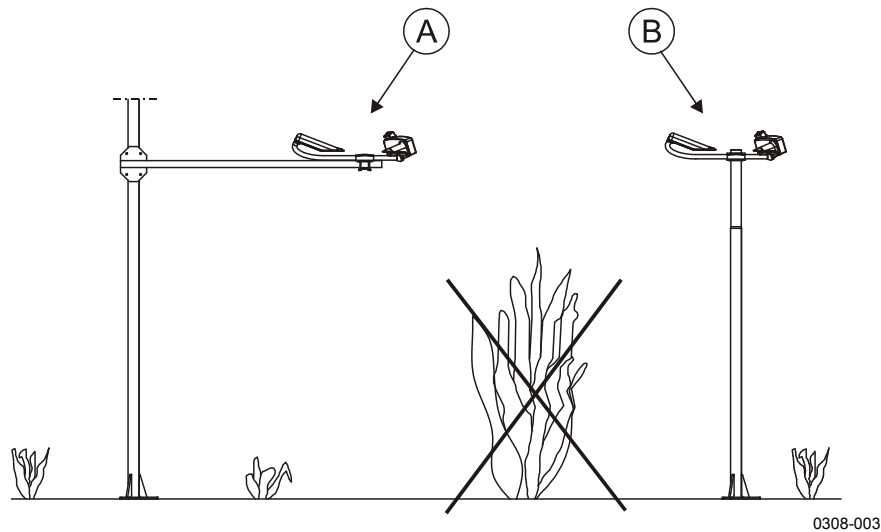

图 6 推荐的 PWD10/20/50 位置
- 建议在变送器和接收器装置的视线中不要有障碍物（请参见第 26 页的图 6）。如果变送器光束从障碍物反射回接收器装置，则传感器将指示 MOR 值太小，这是因为无法将反射的信号与实际散射信号区分开来。可以通过旋转传感器横臂检测到反射光。任何反射光都随横臂方向变化而变化，并且能见度读数也会相应变化。